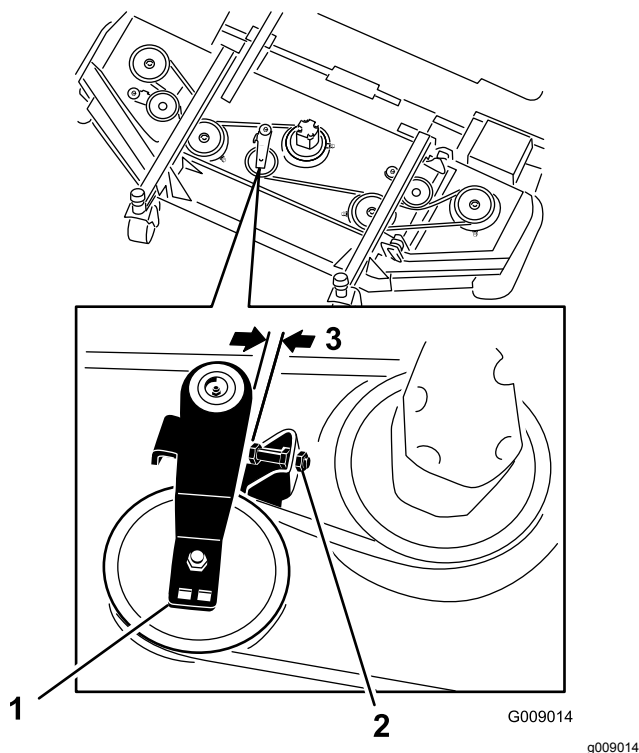

Рисунок 121
3. На передней деке в среднем положении отпустите контргайки на винте упора натяжного ролика и заверните винт упора в кронштейн (Рисунок 121).
4. Используя гаечный ключ с храповиком или аналогичный инструмент, отодвиньте натяжной ролик каждой боковой деки от приводного ремня, чтобы ослабить натяжение ремня и снять его со шкива боковой деки (Рисунок 121).